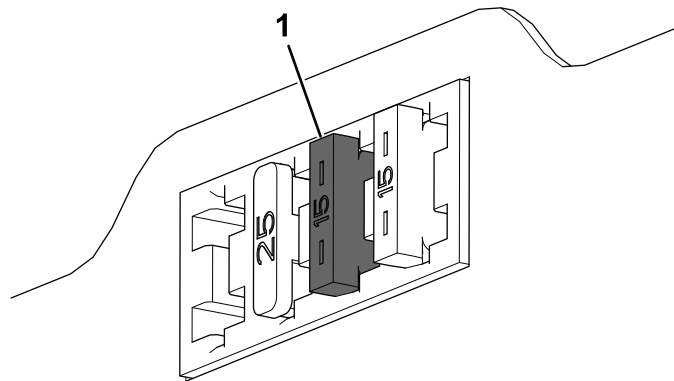

Figure 12
11. Insérez le fusible (15 A) à la troisième position en partant de la gauche en regardant le porte-fusibles (Figure 12).